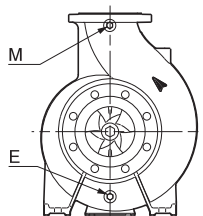

Рис. 23 Пробка сливного отверстия и пробка отверстия для заливки насоса
4. Установить пробку (М) в отверстие для выпуска воздуха. Заливочную воронку можно устанавливать как в отверстие для выпуска воздуха, так и в соответствующее отверстие во всасывающем трубопроводе. См. рис. 23. Рекомендуется установить устройство автоматической заливки насоса, а также предусмотреть устройство защиты от «сухого» хода.
Стрелки на корпусе двигателя показывают правильное направление вращения. Если смотреть со стороны всасывающего фланца, вал должен вращаться против часовой стрелки. См. рис. 23.